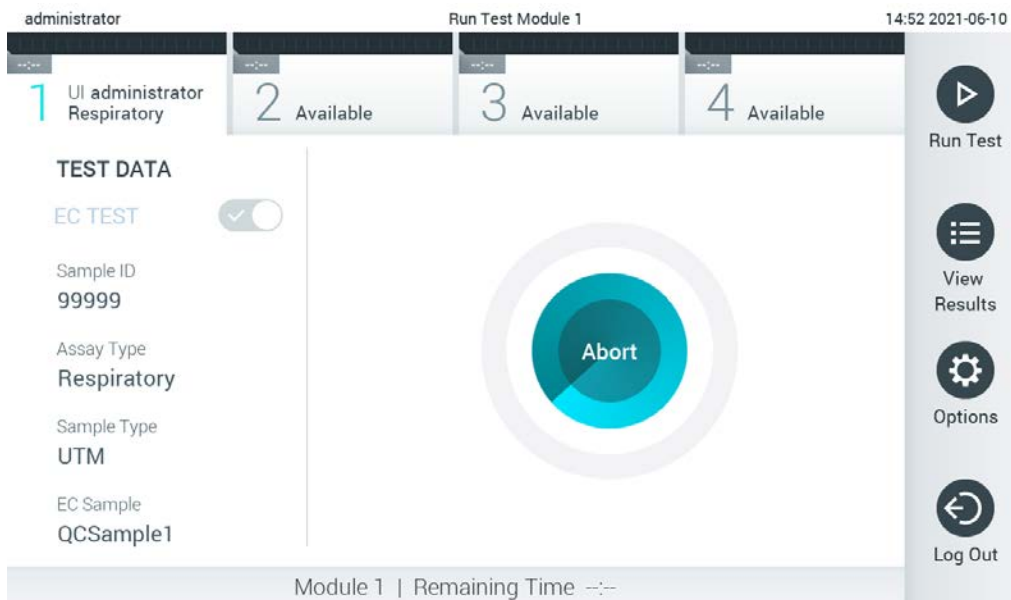

Abbildung 94: Testdurchführung und Anzeige der verbleibenden Laufzeit.
10. Nach dem Erkennen der QIAstat-Dx Assay-Kartusche schließt der QIAstat-Dx Analyzer 1.0 automatisch den Deckel der Kartuschenöffnung und startet den Testlauf. Es ist kein weiterer Bedienereingriff erforderlich. Während der Test läuft, wird die restliche Zeit auf dem Touchscreen angezeigt (Abbildung 94, nächste Seite).